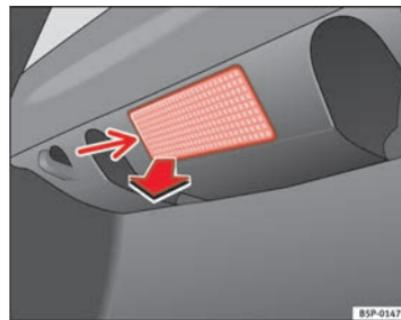

Fig. 199 Luz da bagageira
- Extrair a tulipa, pressionando o rebordo da parte interior da mesma -seta- com a ajuda da parte plana de uma chave de parafusos ⇒ fig. 199. ▶